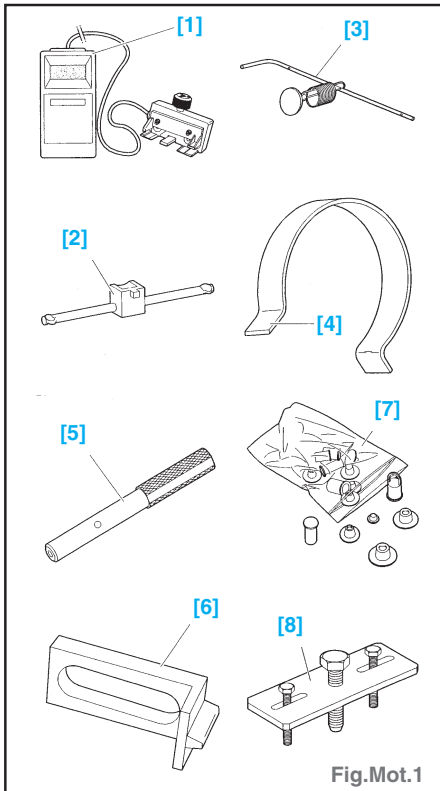

Fig.Mot.1
- Outils nécessaires (Fig.Mot.1) : CTG 105.M [1], 188.J2 [2], 0188.X [3], 0188.K [4], 0188.M [5], 0188.F [6], 0188.T [7] et 0188.P [8*].